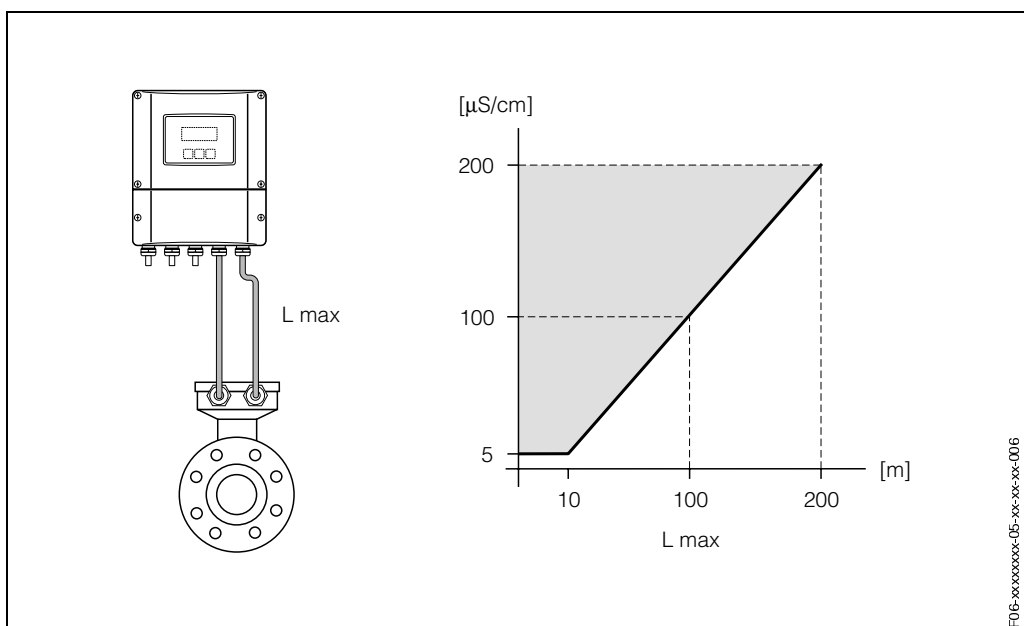

Fig. 15: Longitud del cable permitida en la versión separada
- La longitud máxima, L_{max} , que puede tener el cable depende de la conductividad del líquido (Fig. 15). Una conductividad mínima de $20 \mu\text{S/cm}$ es necesaria para poder realizar medidas con agua desmineralizada.